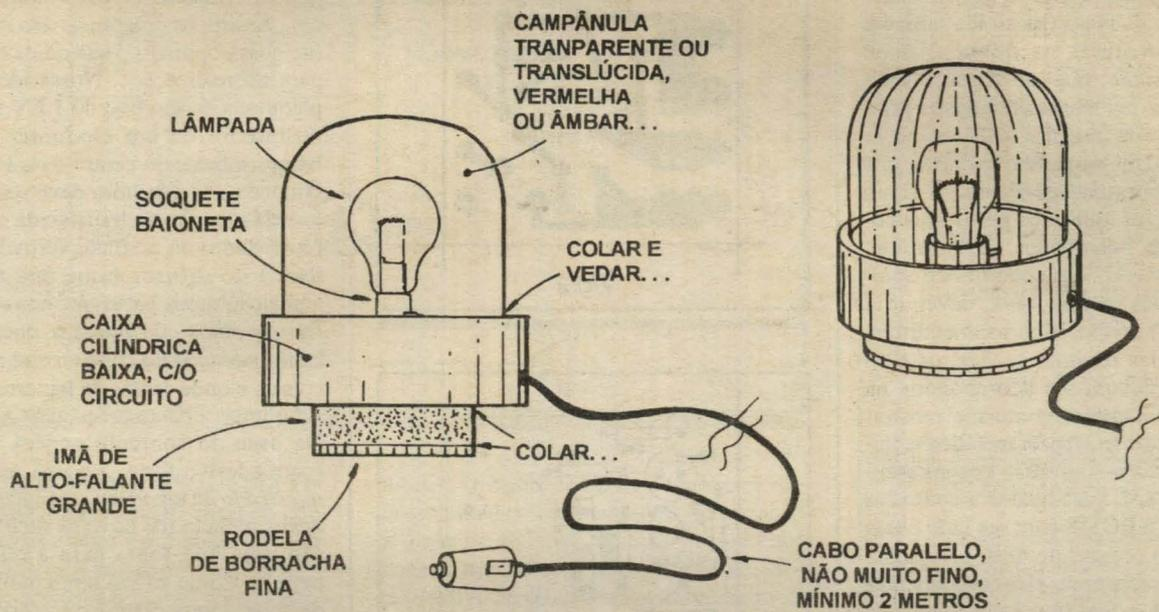

Fig.5
- FIG. 5 - ACABAMENTO EXTERNO - Em projetos/montagens desse gênero, a parte externa, o acabamento e arranjo final